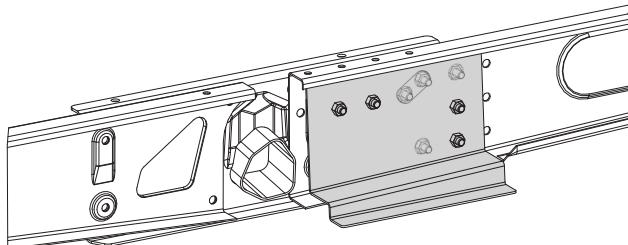

Fig. 17
- Adecuado para caravanas hasta 1800 kg y un chasis AL-KO M con largueros desplazables (Fig. 17).